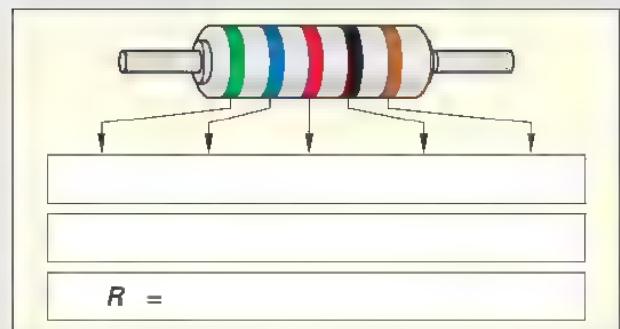

Bild 2: Metallschichtwiderstand
9. Ermitteln Sie den Wert des Metallschichtwiderstandes (Bild 2) und tragen Sie die Werte in Bild 2 ein.